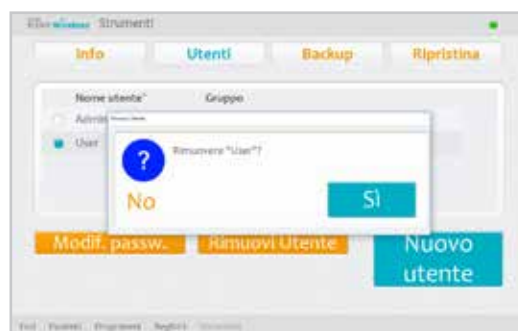

Figura 8-42 - Finestra di conferma della rimozione dell'utente
3. Appare un messaggio di conferma (Figura 8-42). Premere Sì.